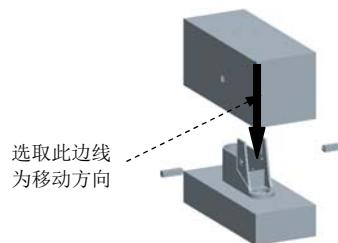
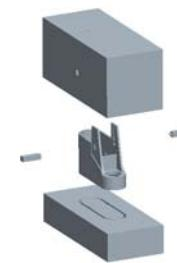

图 19.44 选取移动方向
图 19.45 移动后的状态
Step2. 选取图 19.44 所示的边线为移动方向，输入要移动的距离值 20，结果如图 19.45 所示。